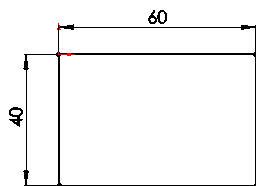

图 3-97 绘制的草图
**02** 绘制草图。在菜单栏中选择“工具”→“草图绘制实体”→“矩形”命令，或者单击“草图”工具栏中的“边角矩形”图标按钮，以原点为一角点绘制一个矩形并标注尺寸，结果如图 3-97 所示。